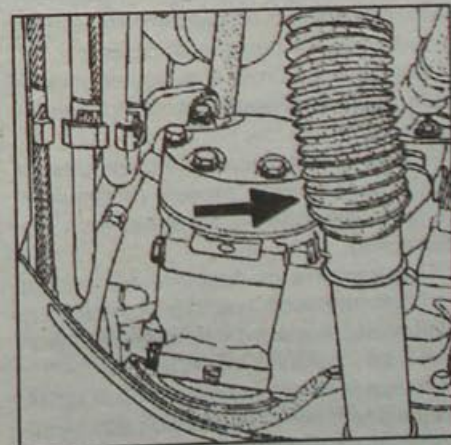

Рис. 1.54. Расположение глушителя шума всасывания перед воздушным фильтром
- Снимите глушитель шума всасывания перед воздушным фильтром (рис. 1.54).